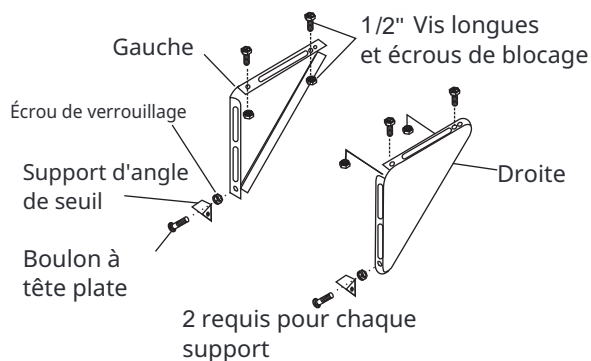
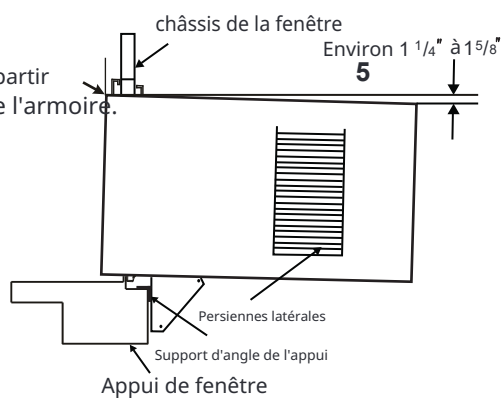
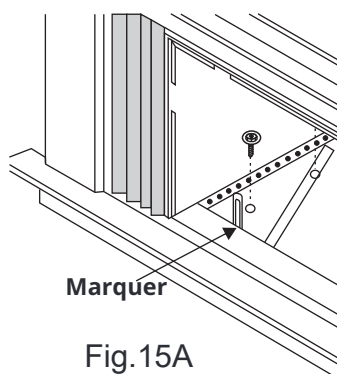

Fig.15B
Fig.14
Fig.15A
1. Maintenir chaque support contre l'extérieur de l'appui, et bien serré contre le bas de l'armoire comme indiqué dans la figure 15A. Marquer les supports au niveau supérieur de l'appui et les retirer. 2. Assembler le support d'angle de l'appui aux supports à la position marquée (figure 15B). Serrer à la main, mais permettre des ajustements ultérieurs. **REMARQUE:** Vérifiez que le climatiseur est incliné vers l'arrière d'environ 1 1/4" à 1 5/8" (incliné d'environ 3 ° à 4 ° vers le bas vers l'extérieur). Après une installation correcte, les condensats ne doivent pas s'écouler du trou de drainage de trop-plein pendant une utilisation normale, corriger la pente sinon (Fig.14).